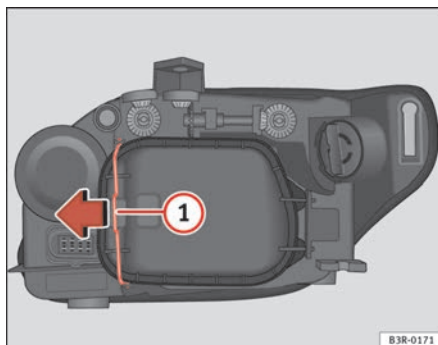

Fig. 204 Médios
Embora não seja necessário, extrair previamente a tampa rígida ⇒ página 277, fig. 204, facilita a substituição da lâmpada do indicador de mudança de direcção. ■
- Desloque o tirante ⇒ fig. 204 ① no sentido da seta e retire a tampa rígida separando primeiro o lado do tirante e retirando depois as duas patilhas da extremidade contrária da tampa.